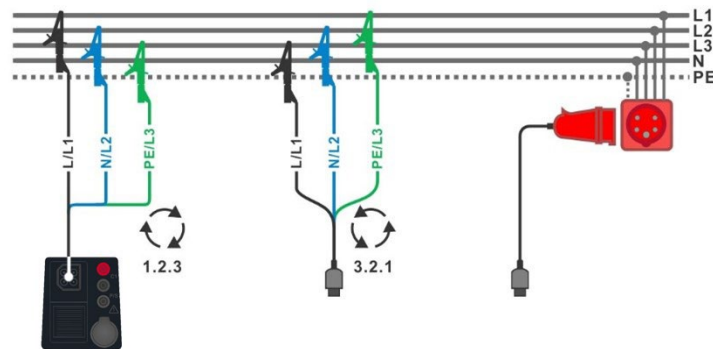
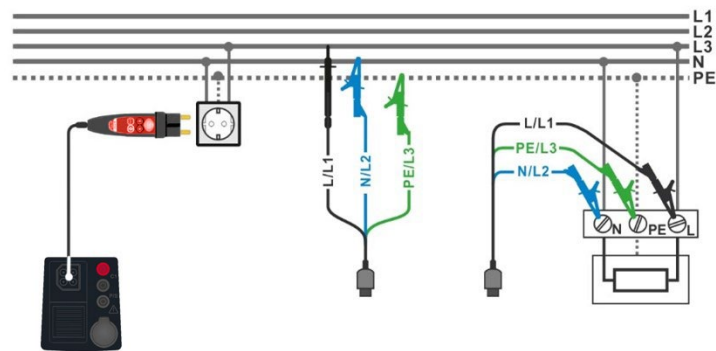

Abbildung 7.2: Anschluss der 3-Leiter Prüfleitung und des optionalen 16 A CEE-Messadapters (044148) im Dreiphasensystem
Abbildung 7.3: Anschluss des Commander-Prüfsteckers und der 3-Leiter Prüflleitung im Einphasensystem
- › Schließen Sie die Prüflleitungen am Prüfobjekt an (siehe **Abbildung 7.2** und **Abbildung 7.3**).